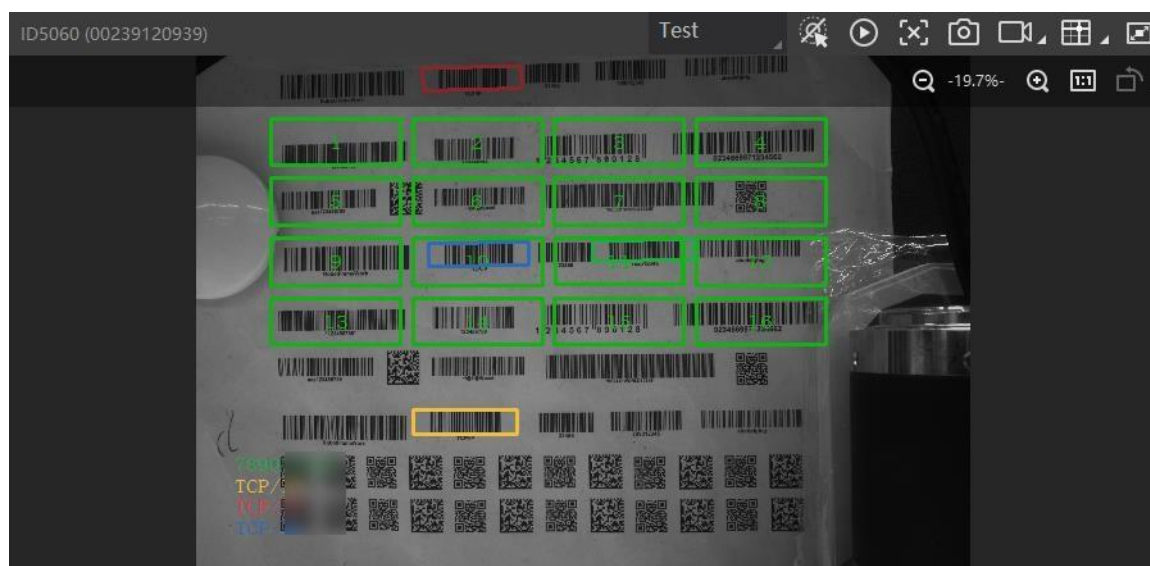

图3-28 批量绘制ROI
4. 点击“确定”，预览窗口将显示绘制的阵列 ROI，如图 3-28 所示。